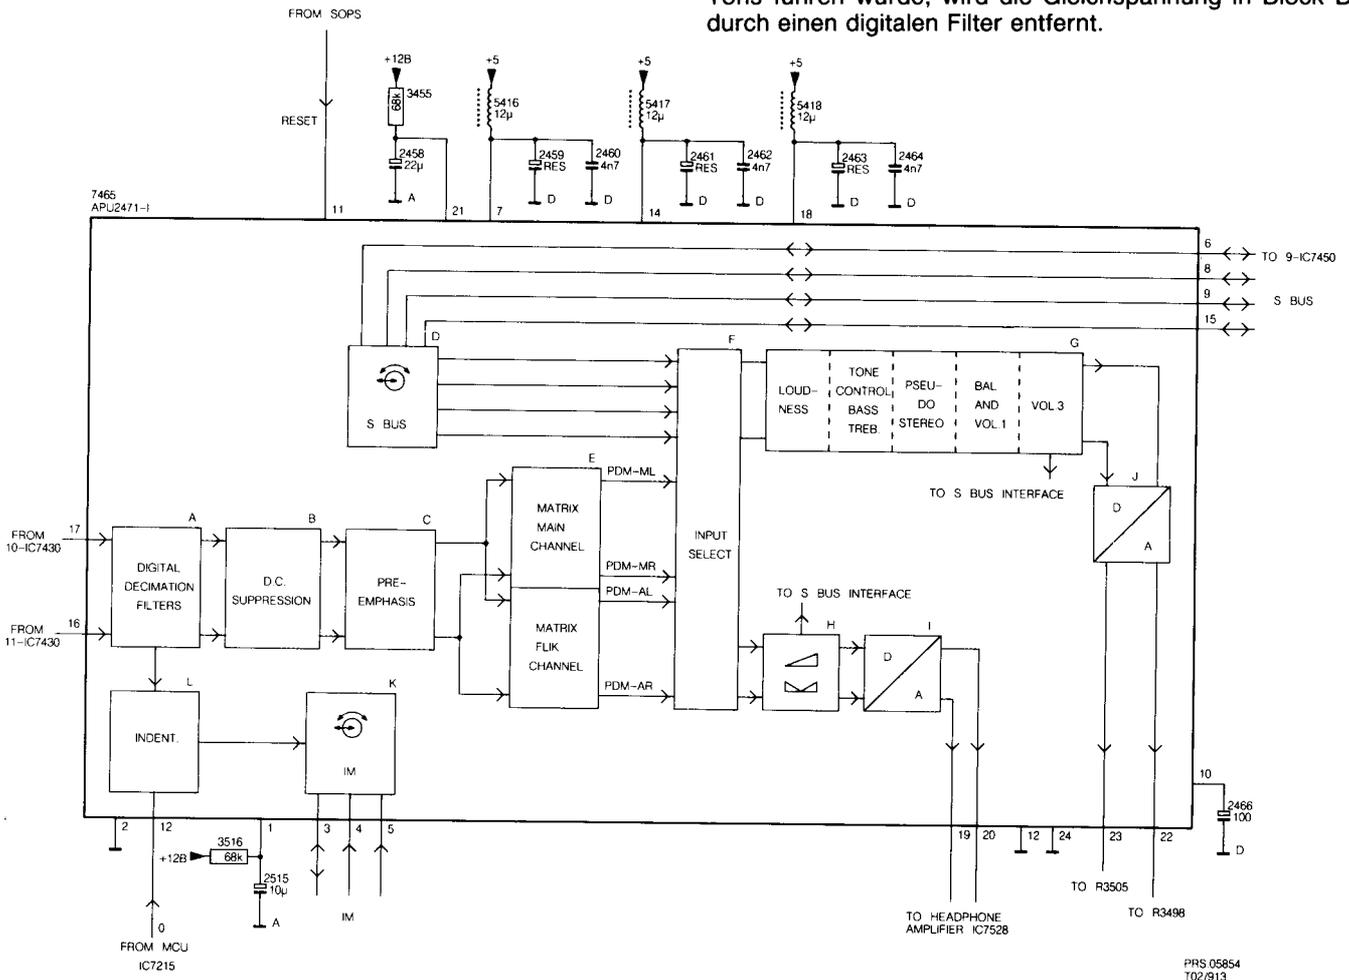

Fig. 6.12
6.7.1 Das Blockschaltbild (siehe Abb. 6.12)